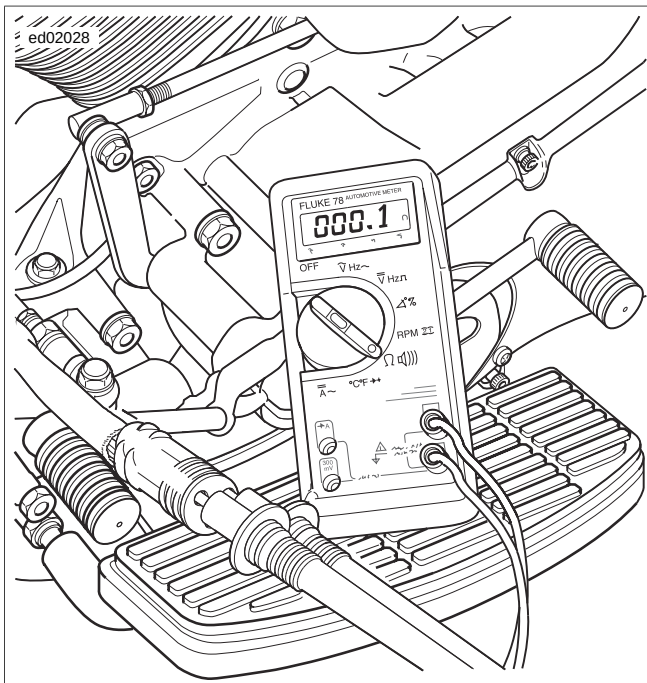

Figura 1-24. Comprobación de la resistencia del estator (típica)
4. Vea Figura 1-24. Retire el cable de conexión a tierra. Compruebe la resistencia entre los enchufes 1-2, 2-3 y 3-1 del estator.